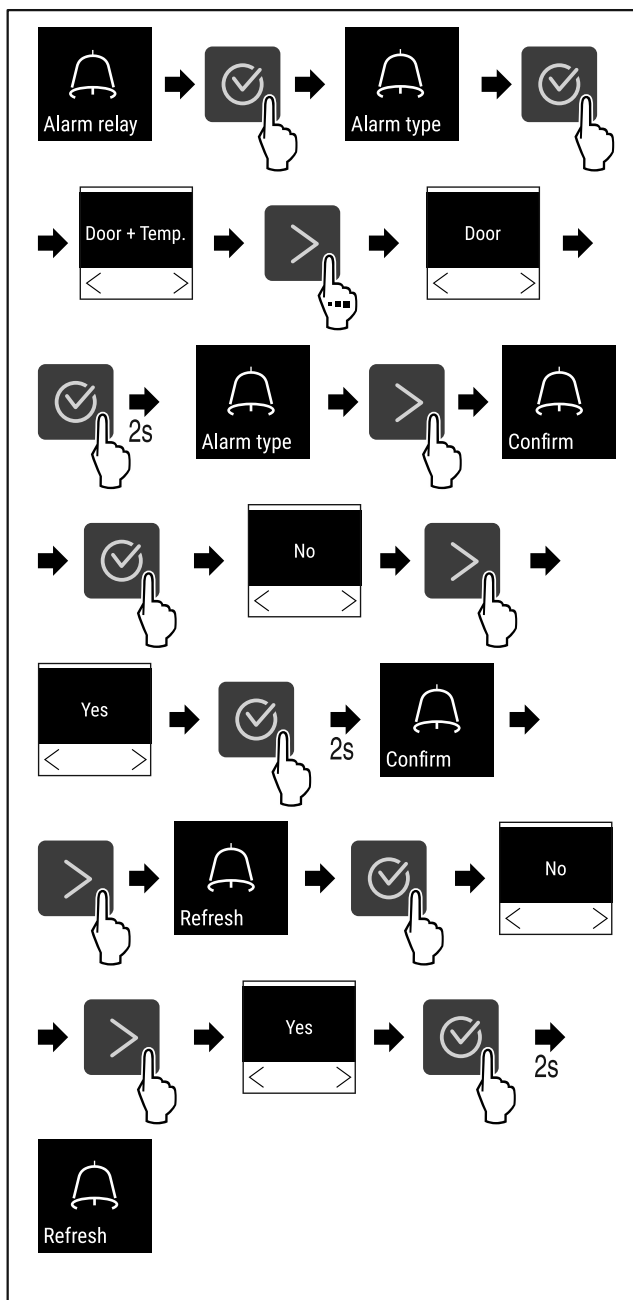

Fig. 109
- ▶ Suorita toimenpidevaiheet (katso Fig. 109).